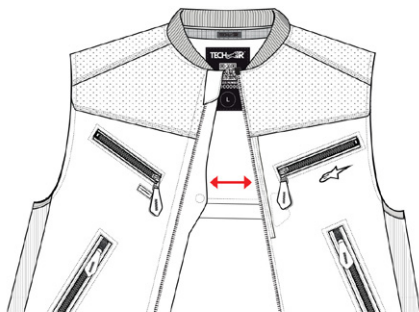

Figura 10
Per mantenere il Sistema spento, tenere aperta la Zip di Attivazione (1) come illustrato nella Figura 10. Mantenere sempre il Sistema in questa condizione durante l'immagazzinamento, il trasporto o la spedizione (vedere la Sezione 14 "Pulizia, conservazione e trasporto").